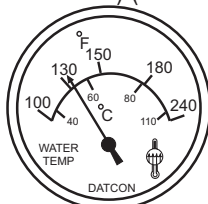

Figure 33. Jauge de température du liquide de refroidissement
8. La **jauge de température du liquide de refroidissement** (Figure 33) indique la température du liquide de refroidissement. Dans des conditions normales de fonctionnement, la température du liquide de refroidissement doit se situer entre 180° et 221°F (82° et 105°C) (**Zone Verte**).